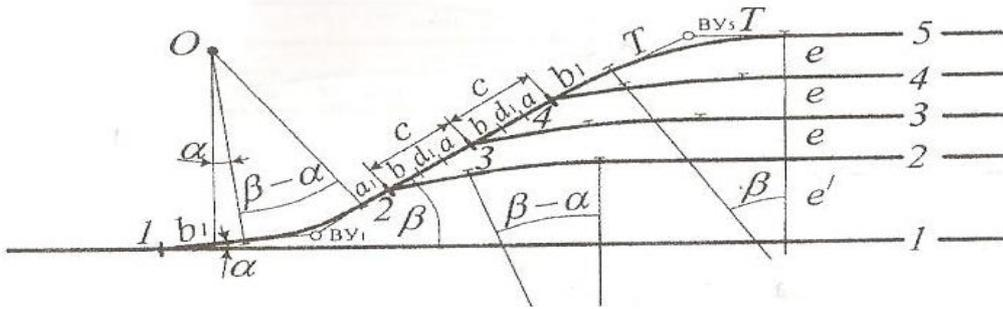

Рисунок 4. Сокращенная стрелочная улица
4. Сокращенная стрелочная улица с дополнительной укладкой кривой после первого перевода (рис. 4).